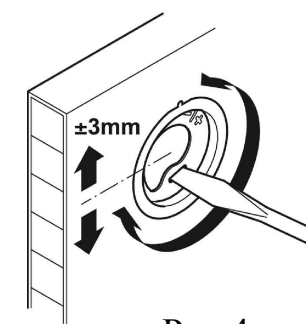

Рис.4
4. При необходимости выполните регулировку (Рис. 4).